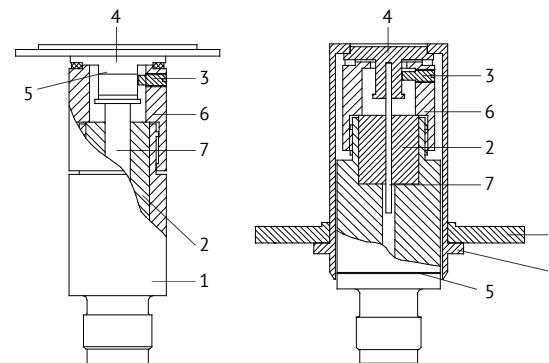

Рис. 5. ИПС МП-6: Рис. 6. ИПС МП-6...600:
3. Разберите ИПС, для чего: выкрутите стопорный винт и выньте поршень с грузоприёмным устройством. В исполнении гайки 6 (Рис.5, 6) без стопорного винта 3 необходимо ее открутить и осторожно снять вместе с поршнем. Далее гайку снять с грузоприёмного устройства поршня. Открутите гайку с корпуса ИПС (в исполнении гайки с стопорным винтом) и выньте цилиндр. Промойте детали ИПС в чистом бензине (Б 70 — ТУ 38.101913-82, Галоша — ТУ 38.401-67-108-92, Нефрас — ГОСТ 8505-80) и просушите. Бязью, смоченной в чистом этиловом спирте (ГОСТ 18300-72), хорошо протереть рабочие поверхности поршня и цилиндра, а затем вытереть насухо с усилием чистой бязью. Просмотреть поверхность канала цилиндра и поршня, в нём не должно оставаться ворса от ткани, при необходимости убрать её при
14. Смажьте поршень ИПС маслом и аккуратно подведите нижний конец поршня к отверстию в цилиндре и осторожно вставьте. В случае исполнении гайки без стопорного винта, необходимо сначала поршень вставить в смещенное отверстие гайки 6 (рис. 5–6).⁵